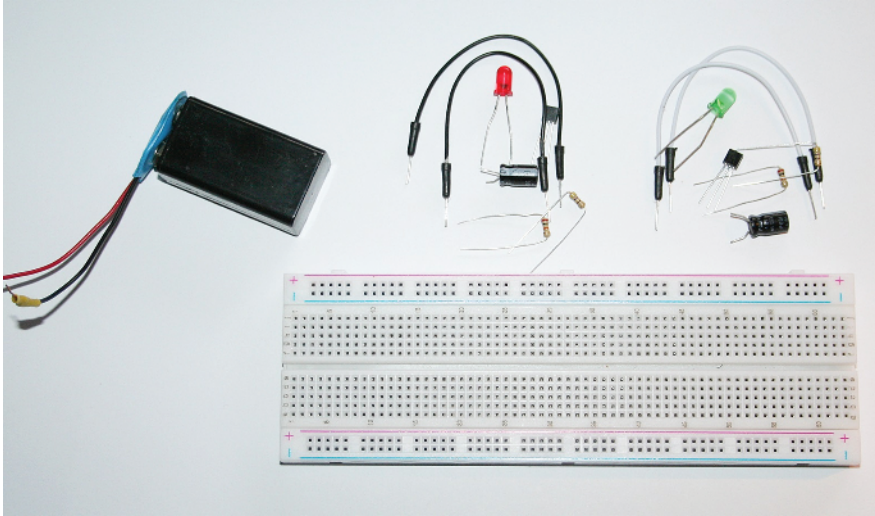

Abbildung 1.6: Batterie mit Batterieclip, Verbindungsleitungen, Bauteile und Steckboard
Um die Schaltung aufzubauen, benötigen Sie noch einige andere Bauteile, die mit den elektronischen Bauteilen zusammen in Abbildung 1.6 zu sehen sind:
- ✓ die zusätzlichen Bauteile wie in Abbildung 1.6